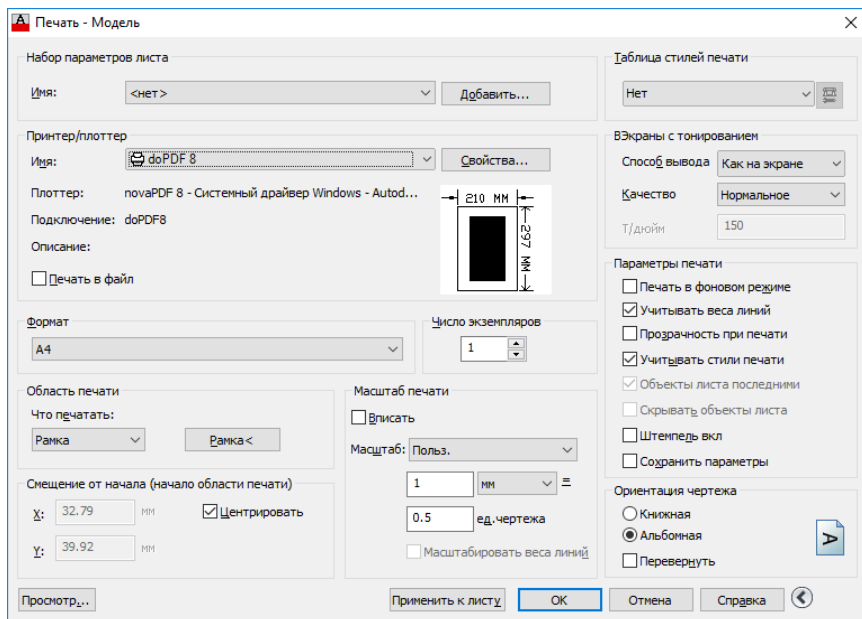

Рисунок 3.3 – Діалогове вікно налаштування параметрів друку
2. У рядку **Принтер/плотер [Принтер/плоттер]** обираємо принтер для виведення на друк (рис. 3.3).